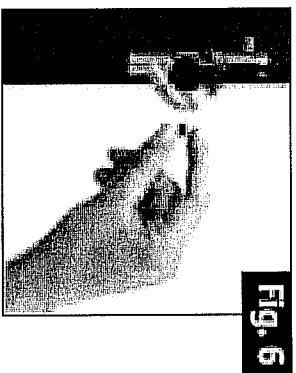

Fig. 6
15. Końcówka spieniąca (Rys.6)